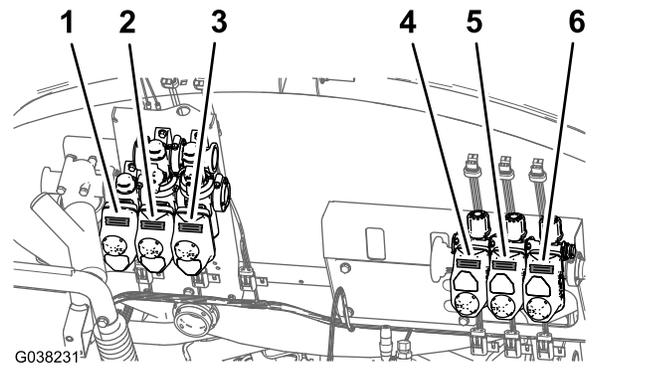

Bild 51
- Beschriften Sie die Stellung der Ventilaktuatoren mit Abdeckband, wie in Bild 51 abgebildet.
1. Fluchten Sie den Ventilaktuator, den Sie in Schritt 1 in Entfernen der Ventilaktuatoren \(Seite 26\) identifiziert haben, mit der Stellung des Verteilerventils aus, die in Bild 51 abgebildet ist.